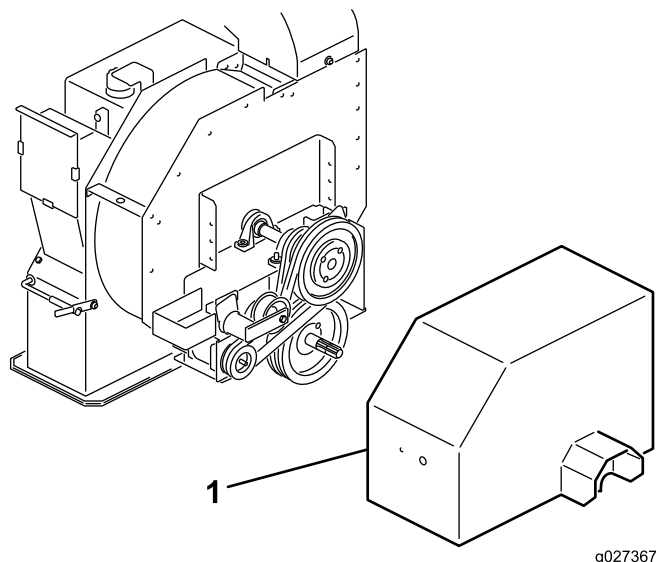

Bild 13
1. Nehmen Sie das Antriebsschutzblech über die Riemenscheibe ab (Bild 13).
1. Lösen Sie die Schrauben und Muttern, mit denen das Antriebsschutzblech am Impellergehäuse (Bild 13) befestigt ist, und nehmen Sie das Schutzblech ab.